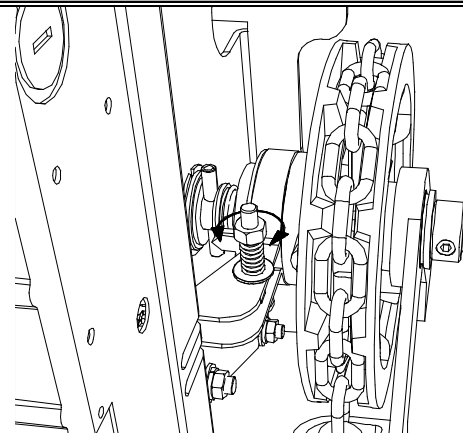

Figure 23 Réglage du système d'enclenchement de la manœuvre manuelle
3. Le système d'enclenchement automatique du palan est réglé en atelier. Il peut arriver qu'un ajustement soit malgré tout requis sur chantier. Ce réglage est rendu nécessaire lorsqu'une traction sur la chaîne de plus de deux pieds est sans effet sur la porte. Visser alors par $\frac{1}{4}$ de tour (sens horaire) l'écrou du système de réglage (voir Figure 23 jusqu'à ce que le palan enclenche après traction de un pied de chaîne. Si cet écrou est trop serré, l'effet se traduira par un effort à la manœuvre (effort de traction sur la chaîne) trop élevé.